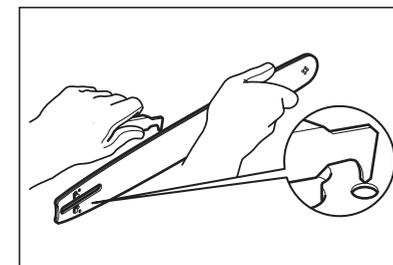

Fig. 35
- > Pour nettoyer les résidus accumulés dans les rails du guide-chaîne [5], utilisez un tournevis, un couteau de vitrier, une brosse métallique ou autre outil similaire. Cela permettra une meilleure circulation de l'huile afin que la chaîne [6] et le guide-chaîne [5] soient correctement graissés en permanence (fig. 35).